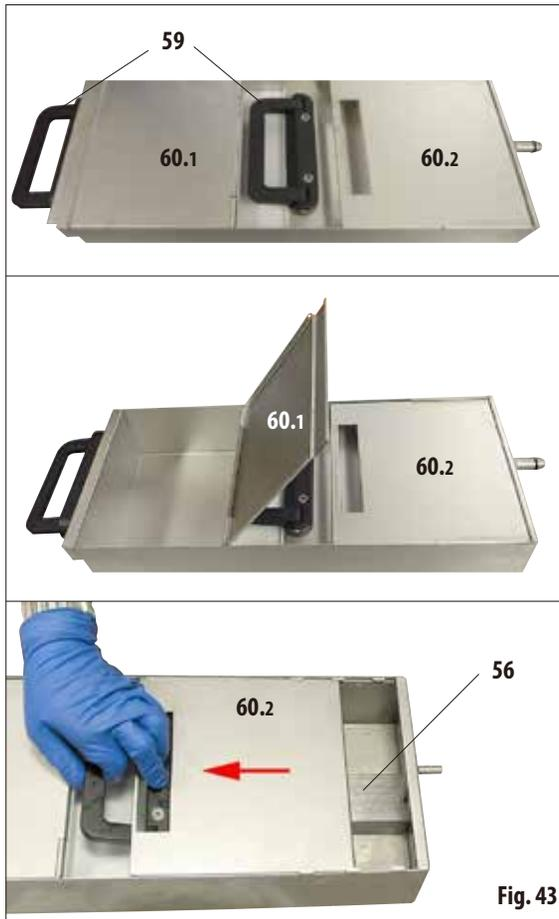

Fig. 43
- Tous les bains de paraffine possèdent deux poignées (59). Deux couvercles amovibles (60.1 et 60.2) assurent une meilleure isolation thermique et empêchent tout débordement de paraffine liquide pendant le retrait (fig. 43).
- Pour faciliter le remplissage et le nettoyage, le couvercle avant (60.1) (à gauche sur la figure) peut être relevé (fig. 43, au milieu).
- L'autre couvercle (60.2) (à droite sur l'image) peut être glissé, ou même retiré pour le nettoyage (fig. 43, en bas).
- Chaque bain de paraffine comprend un filtre (56) (comme dans la station de paraffine) pour protéger les conduits de paraffine des impuretés.